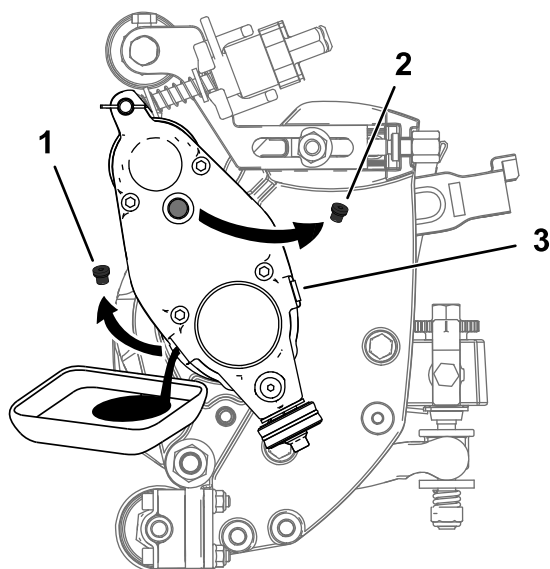

Figure 26
5. Basculez l'unité de coupe en arrière pour placer l'orifice de vidange en bas et assurer ainsi une vidange complète (Figure 26).